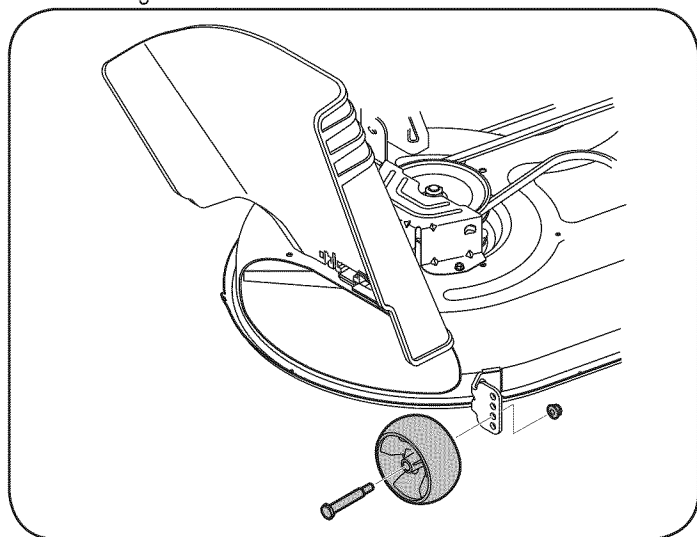

Figura 9
- a. Ajustar las ruedas de cubierta mediante la eliminación de la tuerca de la brida y tornillo que sujeta el hombro de cada rueda y llevarlos a uno de los agujeros que permite que las ruedas para estar entre  $\frac{1}{4}$  pulgadas y  $\frac{1}{2}$  pulgada por encima del suelo cuando el tractor se encuentra en un suave, superficie plana, como un camino de entrada. Véase la figura. 9.